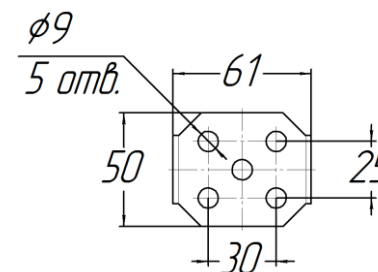
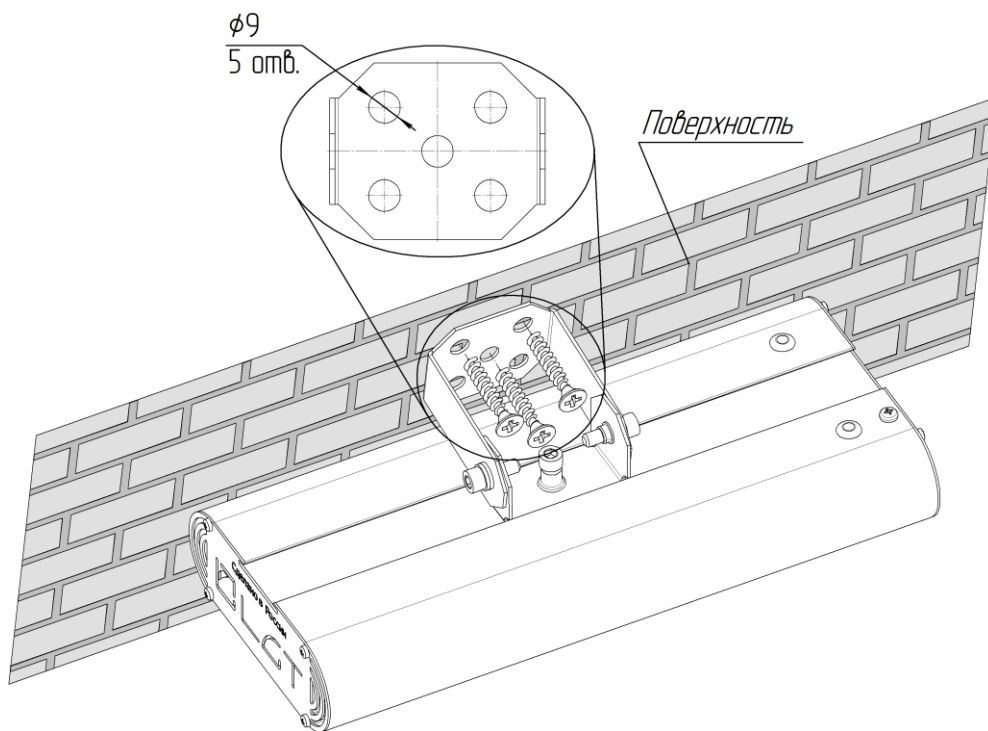

Рис. 3
Рис. 4
- 2) Светильник можно устанавливать, как на горизонтальную, так и на вертикальную поверхность (Рис. 4).
- 4) Наметить и просверлить отверстия под монтаж светильника на поверхности установки (Рис. 3). Минимальное рекомендуемое количество монтажных отверстий для крепления одной поворотной скобы – два. Диаметр отверстий в поворотной скобе 9 мм (5 отв.). При помощи винтов прикрепить светильник к поверхности через отверстия в поворотной скобе (Рис. 4). Минимальная рекомендуемая длина метизов 50-70 мм.